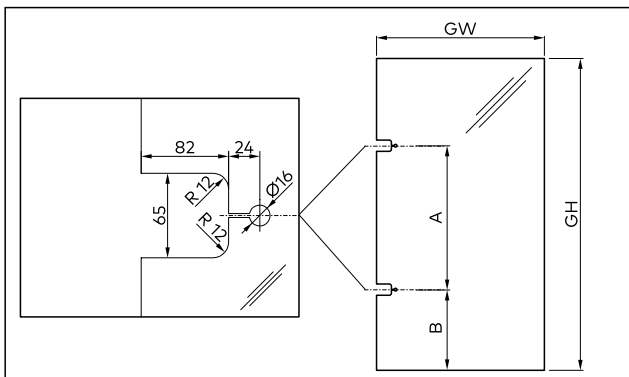

Abb. 10 Maße der Glasbearbeitungen
2. Die Maße der Glasbearbeitung prüfen (Abb. 10).